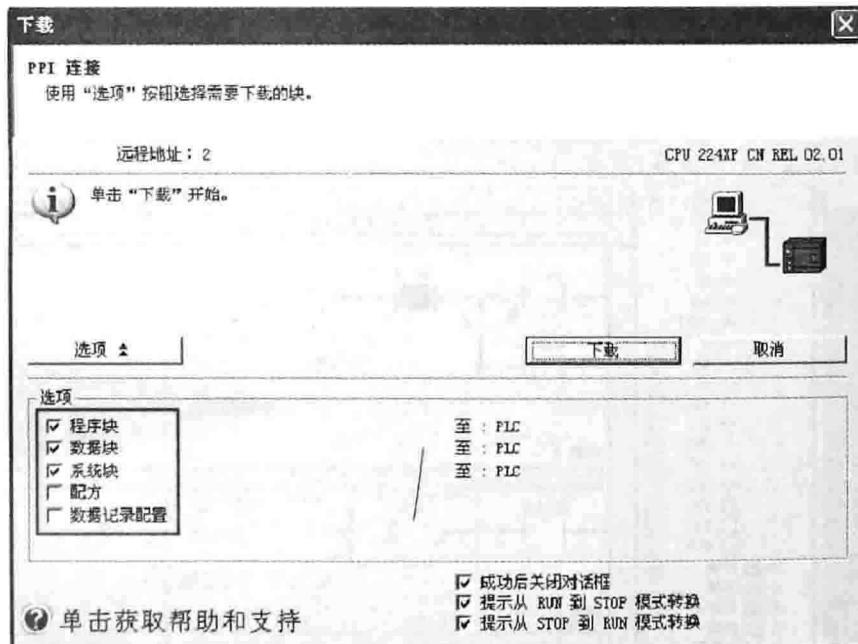

图 1-21 “下载”对话框
(1) 单击 按钮，弹出“下载”对话框，如图 1-21 所示。